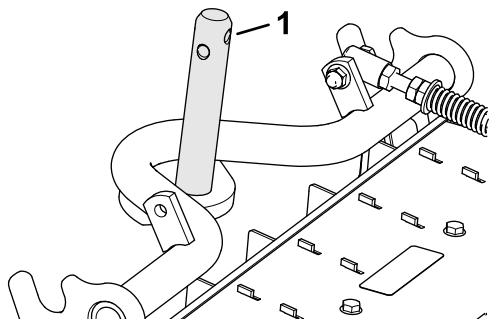

Рисунок 8
4. Нанесите чистую консистентную смазку на вал несущей рамы (**Рисунок 8**).